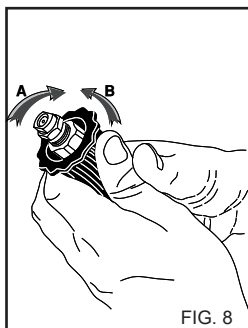

FIG. 8
Per la versione con aspirazione detersiva, attivare il comando di aspirazione del detersivo presente sulla lancia (fig. 8).
4) Dopo l'uso con detersivo, risciacquare il circuito di aspirazione; infilare il tubo di aspirazione (fig. 8) detersivo in una tanica di acqua pulita e far funzionare la pompa per 1 minuto, e lancia in fase erogazione detersivo.
**USO DELLA TESTINA REGOLABILE (Fig. 8) (Vers. DS)**